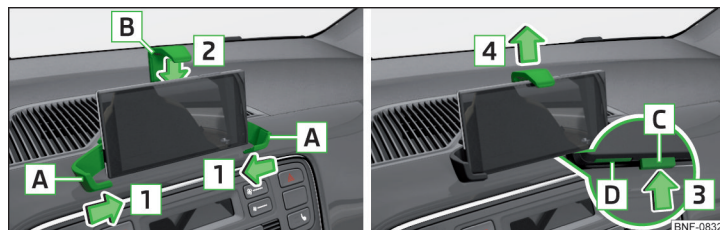

Fig. 79 Inserimento/rimozione del telefono
- Inserire il telefono tra i bracci **A**, spostarli in direzione delle frecce **1** e quindi fissare il telefono » fig. 79.
- Premere il tasto **C** in direzione della freccia **3**, il braccio **B** si porta nella posizione iniziale in direzione della freccia **4** » fig. 79.